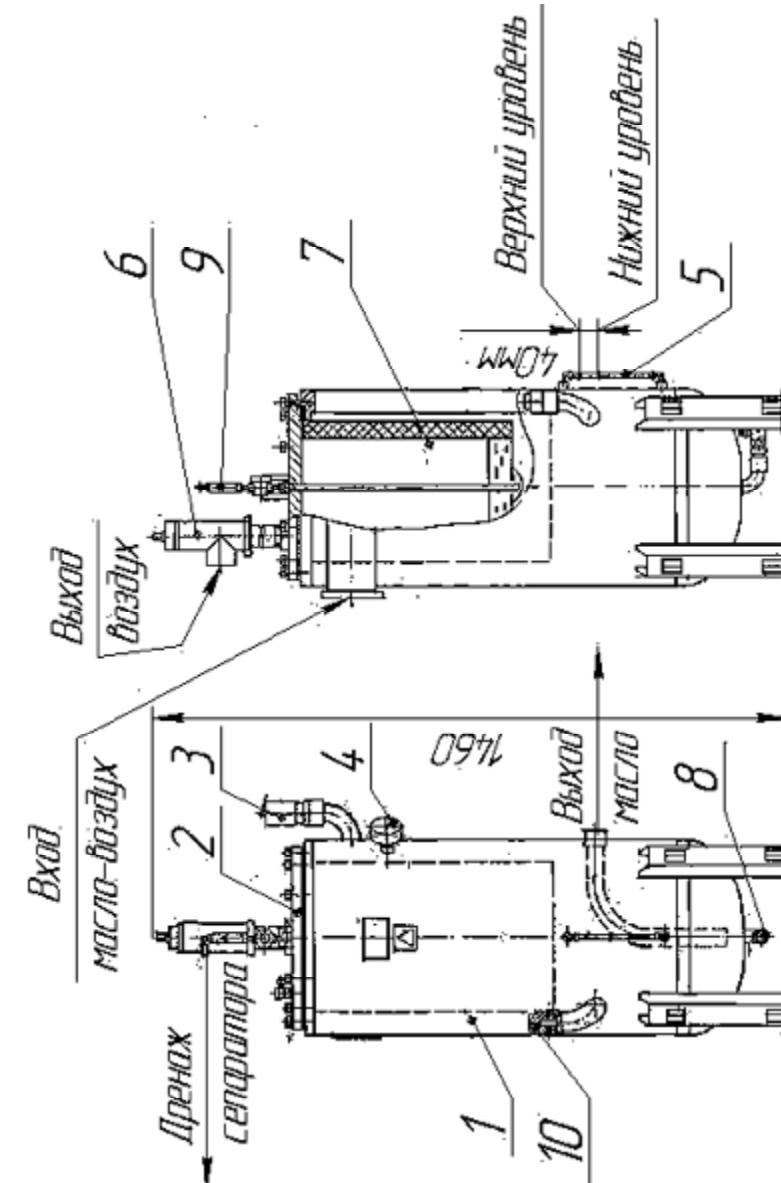

Рисунок 6. Маслоотделитель.
4.1.3 Маслоотделитель установки (рис.6) – стальной сварной сосуд, предназначен для разделения масло-воздушной смеси, поступающей из винтовой блок и обеспечения непрерывности поступления масла в винтовой блок.
На крышке маслоотделителя установлен клапан минимального давления (рис.6).